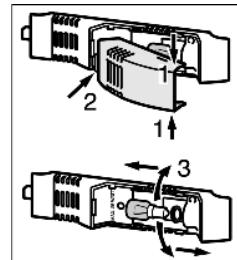

Fig. 23
- Die Lampenabdeckung oben und unten fassen Fig. 23 (1).
- Lampenabdeckung hinten ausrasten und aushängen Fig. 23 (2).
- Die Glühlampe auswechseln Fig. 23 (3).